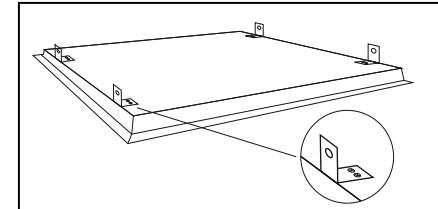

Рис. 2
- 5.12 Установите с помощью болтов монтажные скобы (идущие в комплекте поставки) на корпусе осветительного прибора (рис. 2).